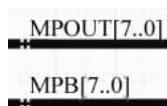
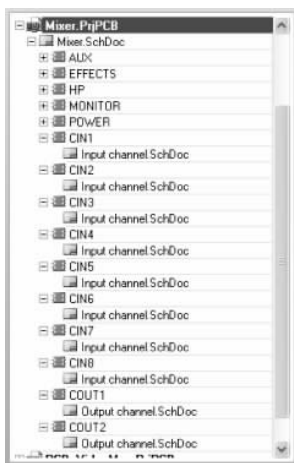

图 1-11 总线网络标签
图 1-12 子原理图被重复使用的次数
d. 使用总线连接方块电路时,在总线上放置网络标签,如图 1-11 所示。
(7) 重复使用的层次性原理图
① 执行“文件”→“打开”菜单命令,浏览到“*:\Program Files\Altium2004\Examples\Reference Designs\Multi-Channel Mixer”下的 Mixer.PrjPCB 项目文件,双击打开该文件,其下含有 7 个子原理图。其中,Output channel.SchDoc 子原理图被重复使用两次,Input channel.SchDoc 子原理图被重复使用 8 次,如图 1-12 所示。